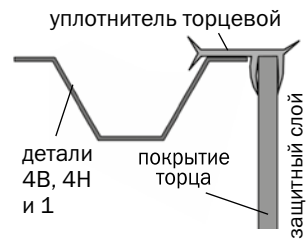

Рис.17
4. Подравнивайте ножом покрытие по дугам **4н** и **4в**, а затем установите уплотнительный профиль в соответствии с рис.17.